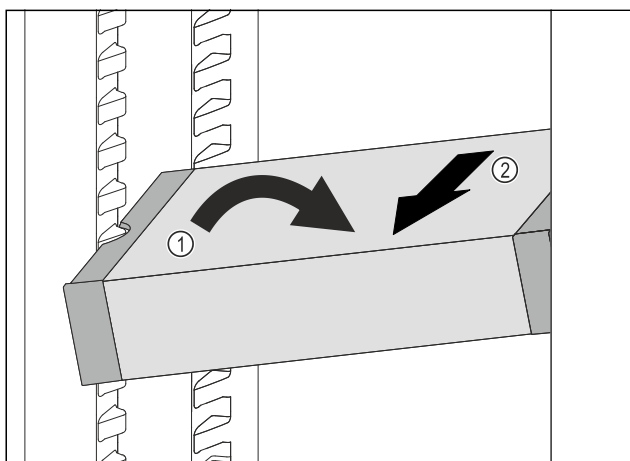

Fig. 133
- ▶ Наклонете VarioSafe в хладилната част. Fig. 133 (1)
- ▶ Извадете VarioSafe напред. Fig. 133 (2)